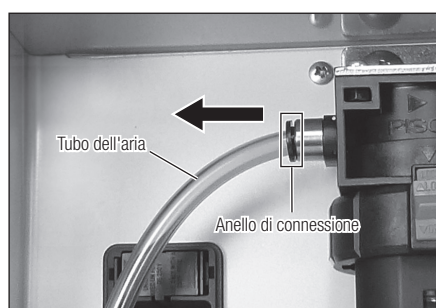

Fig. 31
- 2) Estrarre il tubo dell'aria premendo l'anello di connessione sul filtro dell'aria (Fig. 31).